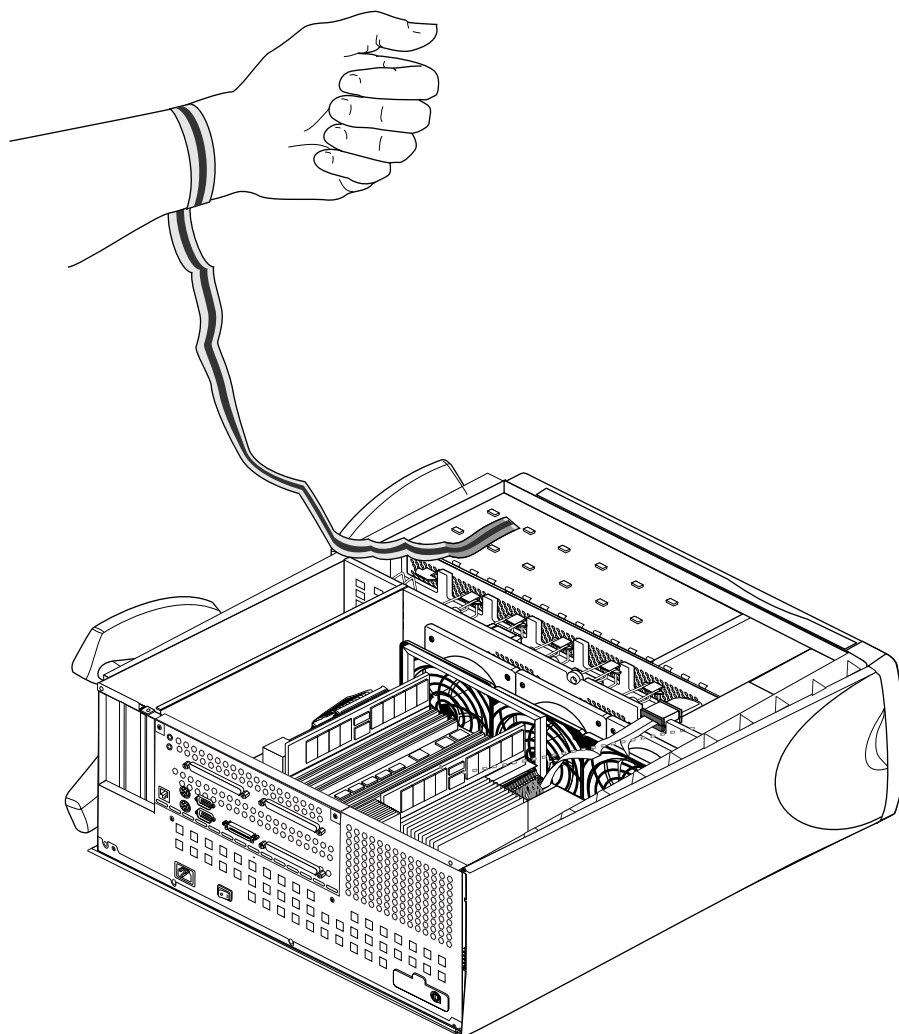

Figure 5-5 Port d'un bracelet antistatique
4. Attachez un bracelet antistatique à votre poignet. La Figure 5-5 montre un exemple de bracelet antistatique jetable.